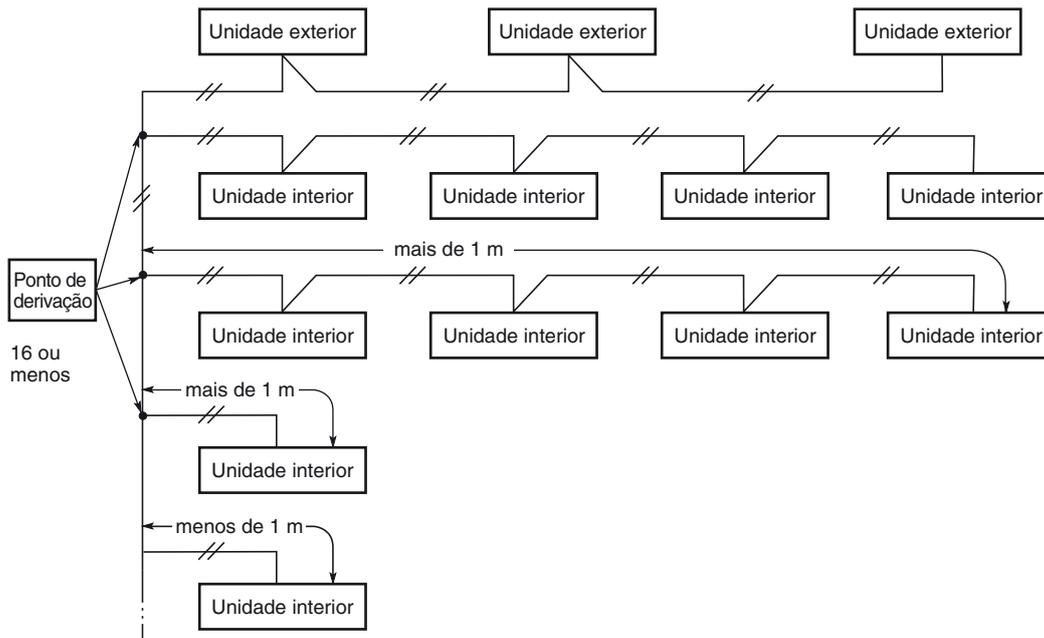

Fig. 4-5
- (4) Se realizar a derivação da instalação eléctrica de controlo entre unidades, o número de pontos de derivação deve ser 16 ou menor. (As derivações menores do que 1 m não são incluídas no número total de derivações.) (Fig. 4-5)